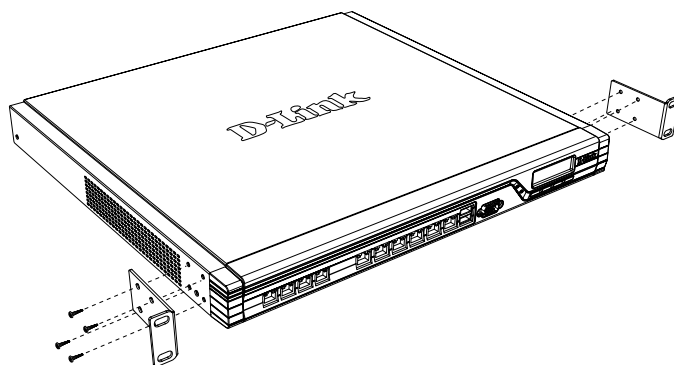

Figura 6. Collegamento delle staffe di montaggio del rack
1. Collegare le staffe di montaggio su ciascun lato del telaio, come illustrato nella figura 6 e fissarle utilizzando le viti in dotazione.